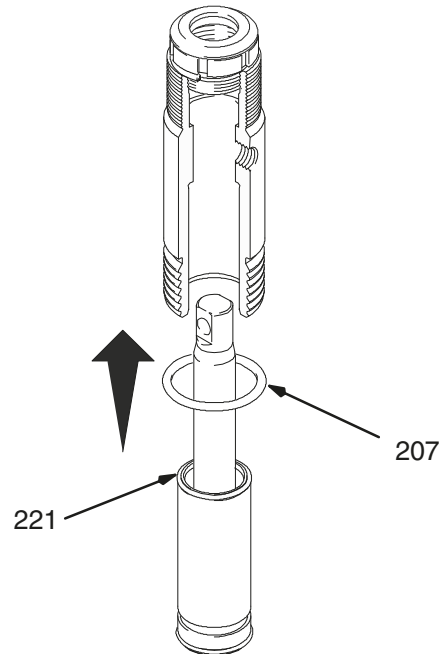

Abb. 17
Abb. 17. O-Ring (221) einfetten und auf die Buchse setzen. Den Buchsen-/Kolbenstangensatz von unten in den Zylinder schieben. O-Ring (207) bei Bedarf auswechseln.